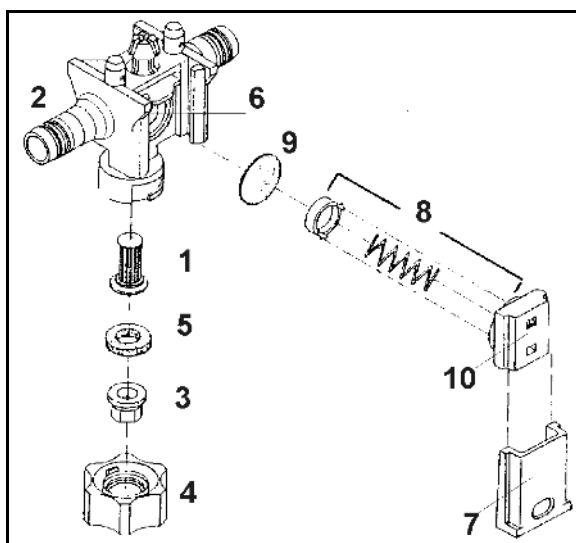

Рис. 202
2. Выкрутите винты (Рис. 202/1).
3. Снимите крышку клапана (Рис. 202/2).
4. Выньте клапанные группы (Рис. 202/3).
5. Извлеките уплотнительное кольцо клапана (Рис. 202/4) и кольцо круглого сечения (Рис. 202/5).